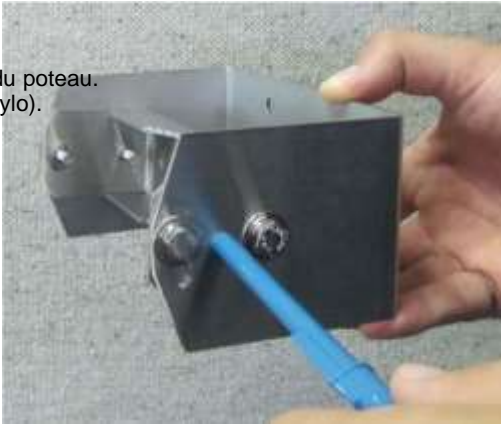

Figure 15 Montage de l'UltraWave avec un angle de 5°.
7. Pour les unités UltraWave qui sont séparées par 50 m ou moins, utilisez les trous d'alignement et réglez l'inclinaison des deux unités à un angle de 5° vers le sol (voir Figure 15).